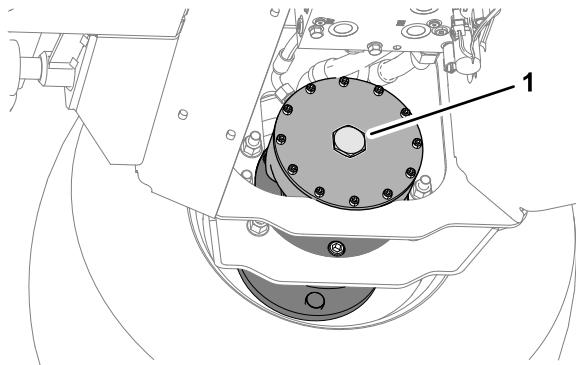

Bild 38
2. Montieren Sie die Sechskantschraube an die Motorenendplatte (Bild 38).
6. Verstauen Sie die 2 Bolzen, 12 x 40 mm und 2 Beilagscheiben 12 mm in den Stützschielen der Plattform (Bild 38).